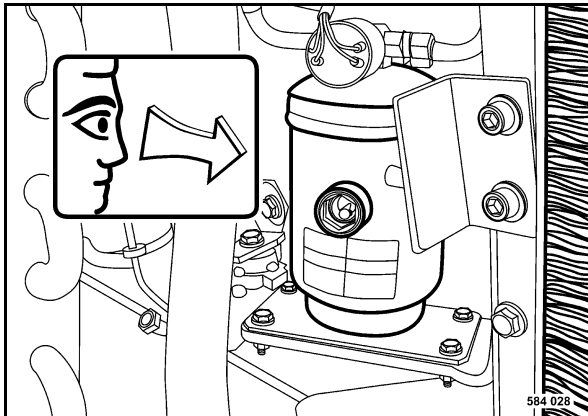

Fig. 142
- Comprobar la unidad secadora/colectora (Fig. 142) por daños mecánicos o corrosión.